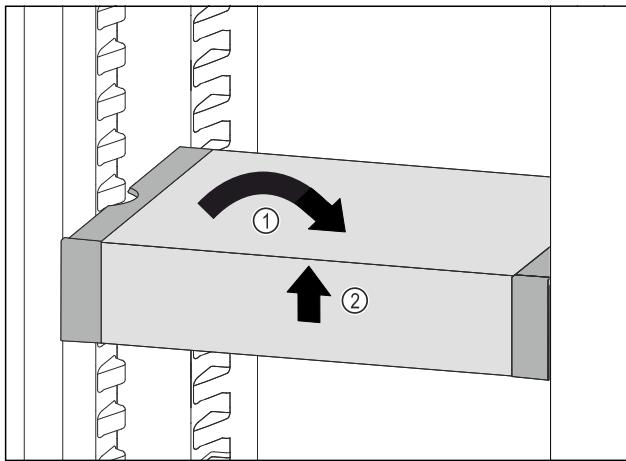

Fig. 108
- Poziționați drept VarioSafe. Fig. 108 (1)
- Ridicați în față VarioSafe. Fig. 108 (2)